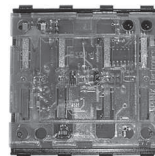

Abb. 1
- Lesekopf Dialock Merten WT (Abb. 1)